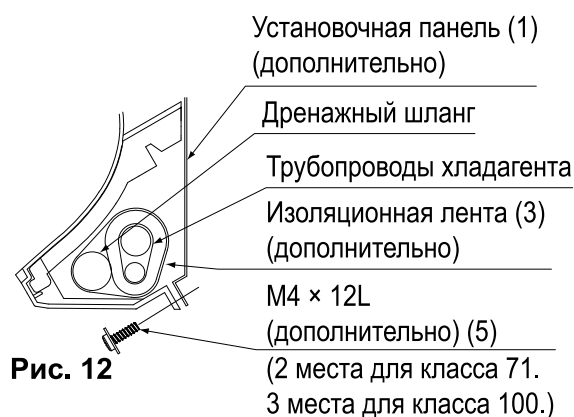

Рис. 12
- Прикрепите внутренний блок к установочной панели (1) с помощью крепежных винтов (5). (См. рис. 12)